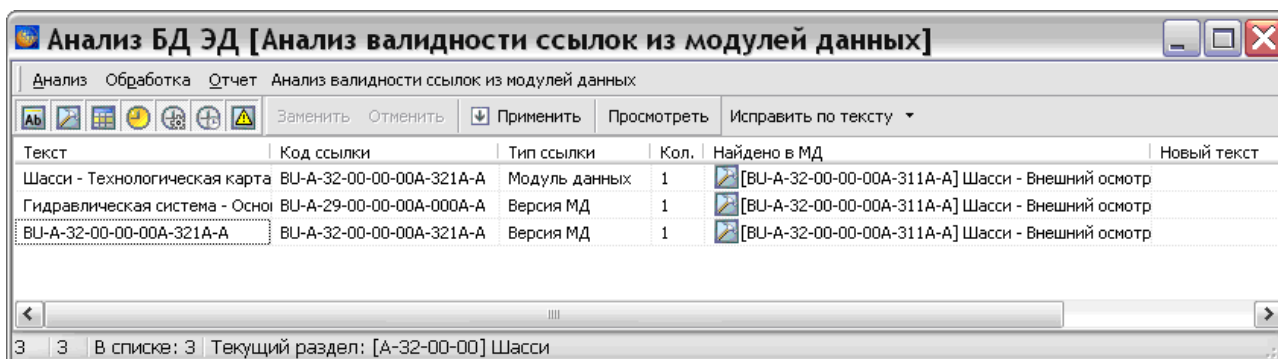

Рис. 21.78
В случае обнаружения некорректных ссылок откроется окно **Анализ БД ЭД [Анализ валидности ссылок из модулей данных]** с результатами анализа (Рис. 21.78).
3. Для закрытия окна просмотра нажмите на кнопку  в правом верхнем углу окна. После этого произойдет возврат в окно **Анализ БД ЭД [Анализ валидности ссылок]** (Рис. 21.78).